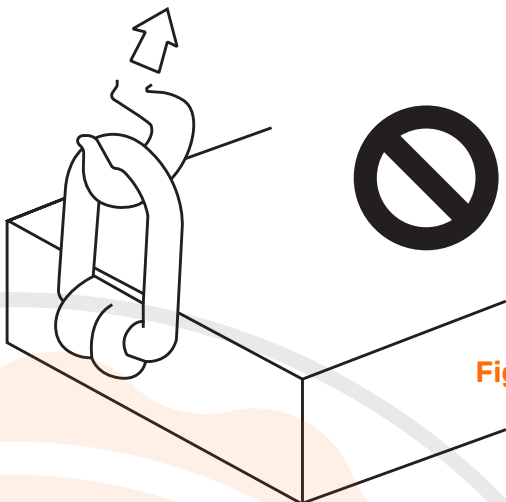

Figura 2.
- Aplique una carga parcial para verificar la alineación y rotación correcta. No deberá haber interferencia entre la carga y el cuerpo del cáncamo soldable (Figura 2).